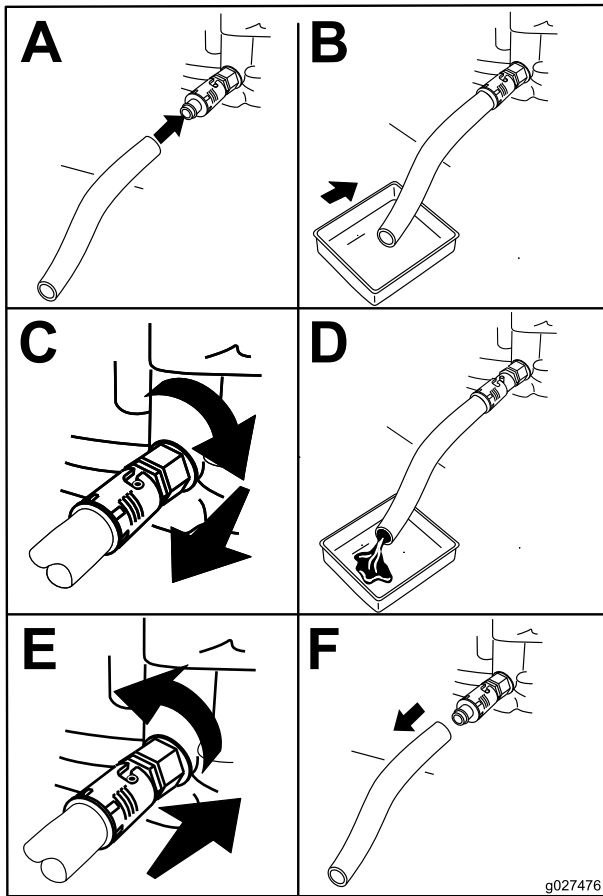

Figure 24
- Vidangez l'huile moteur (Figure 24).